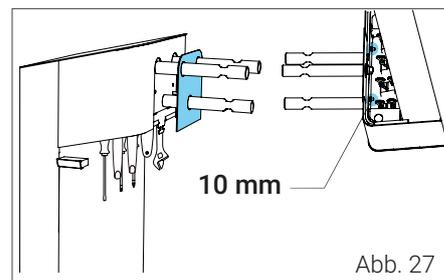

Abb. 27
- 1 Entfernen Sie als Erstes die Sichtblende (6) im Bereich der Sattelaufnahmebolzen (5). Hierfür die zwei M6 Muttern im Inneren des Werkzeugfachs (7) mit einem 10 mm Maulschlüssel lösen (Abb. 27).
- 7 Schieben Sie zum Schluss die Sichtblende über die Sattelaufnahmebolzen und befestigen Sie diese mit den M6 Muttern von innen (Abb. 27).